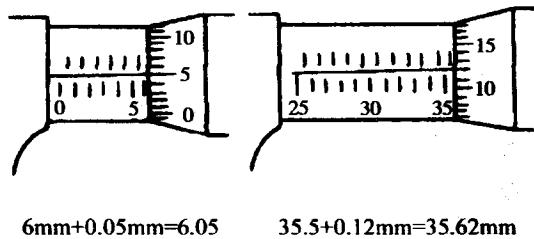

图 1-1-9 千分尺读数方法
- ①读出微分筒边缘的固定套筒上的尺寸；
- ②微分筒上哪一格与固定套筒上的基准线对齐；
- ③把两个读数相加即得实测尺寸，如图 1-1-9 所示。